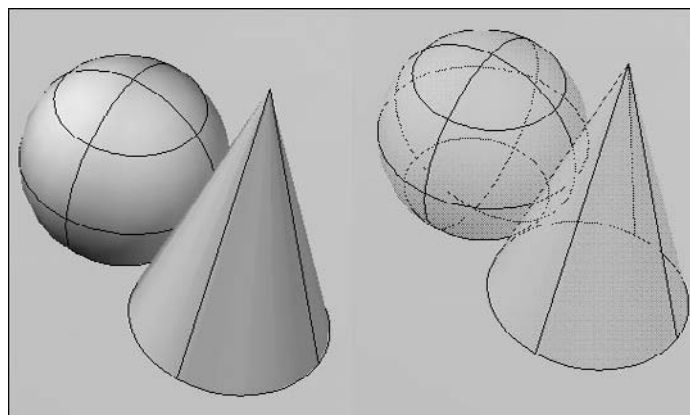

Fig.22.9
- ▶ **Opacité** (Opacity) : contrôle l'opacité ou la transparence des faces dans une fenêtre (fig.22.9)